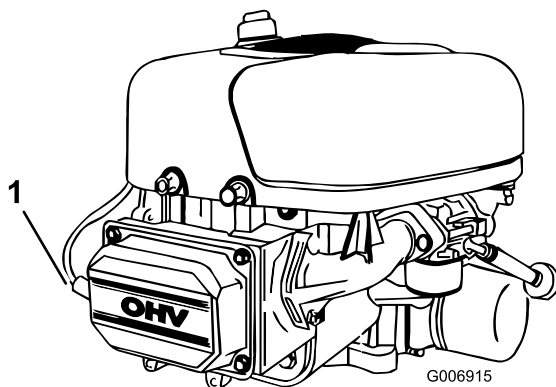

Figura 22
5. Desconecte el cable de la bujía (Figura 22).
3. Conecte el cable de la bujía (Figura 22).